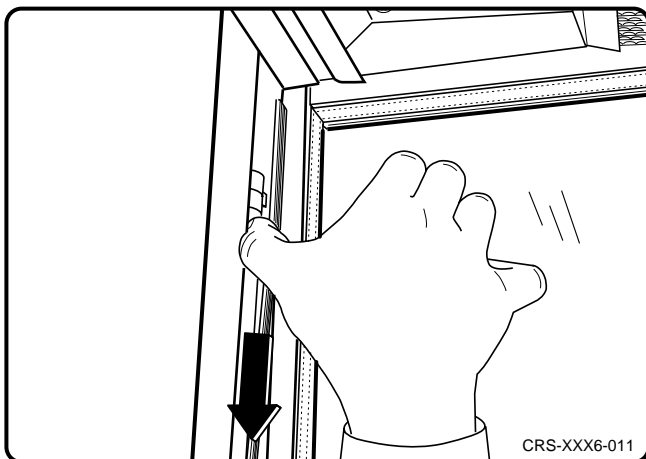

Fig. 4
- Deslizar el pulgar por entre el recubrimiento y la columna hasta liberar dos tercios aproximadamente del recubrimiento (véase la fig. 4).
- Enfie o polegar entre a cobertura e a coluna, até a cobertura se soltar em cerca de dois terços (ver fig. 4).
- Duim tussen de afdekking en de stijl steken en omlaagtrekken tot de afdekking voor tweederde los zit (zie afb. 4).